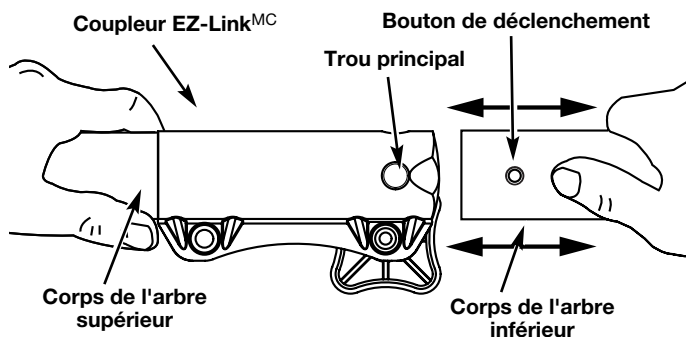

Fig. 23
2. Tenez fermement l'accessoire et enfoncez-le tout droit dans le coupleur EZ-Link^{MC} (Fig. 23).